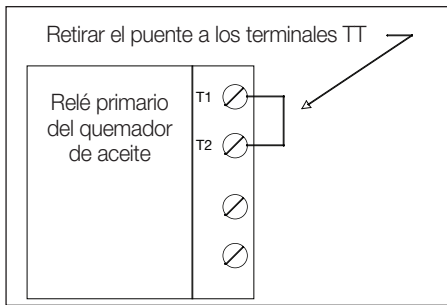

Figura 7
- Retirar el puente de los terminales TT del relé del quemador de aceite que se muestra la Figura 7.